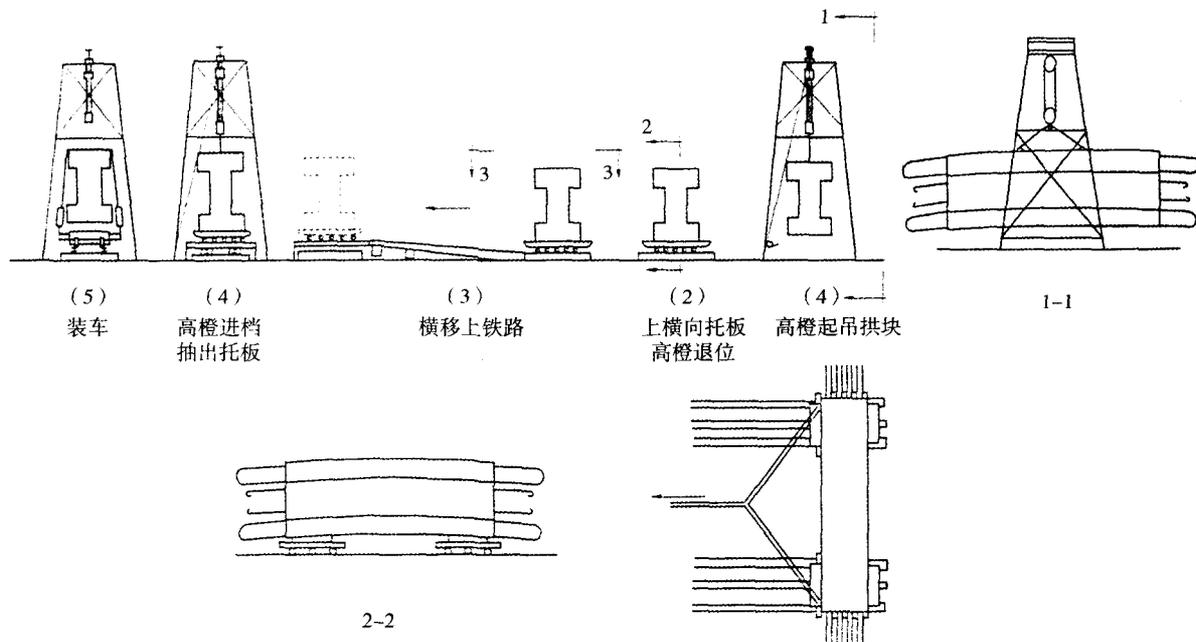

图18 拱块起吊横移图
(1) 构件在预制场内，利用四脚起重高凳或人字扒杆起吊。上托板、走滚轮，拖上轻轨进档，然后再次起吊，装在10t小平车上，经过轻便轨道运往安装现场，见图18。